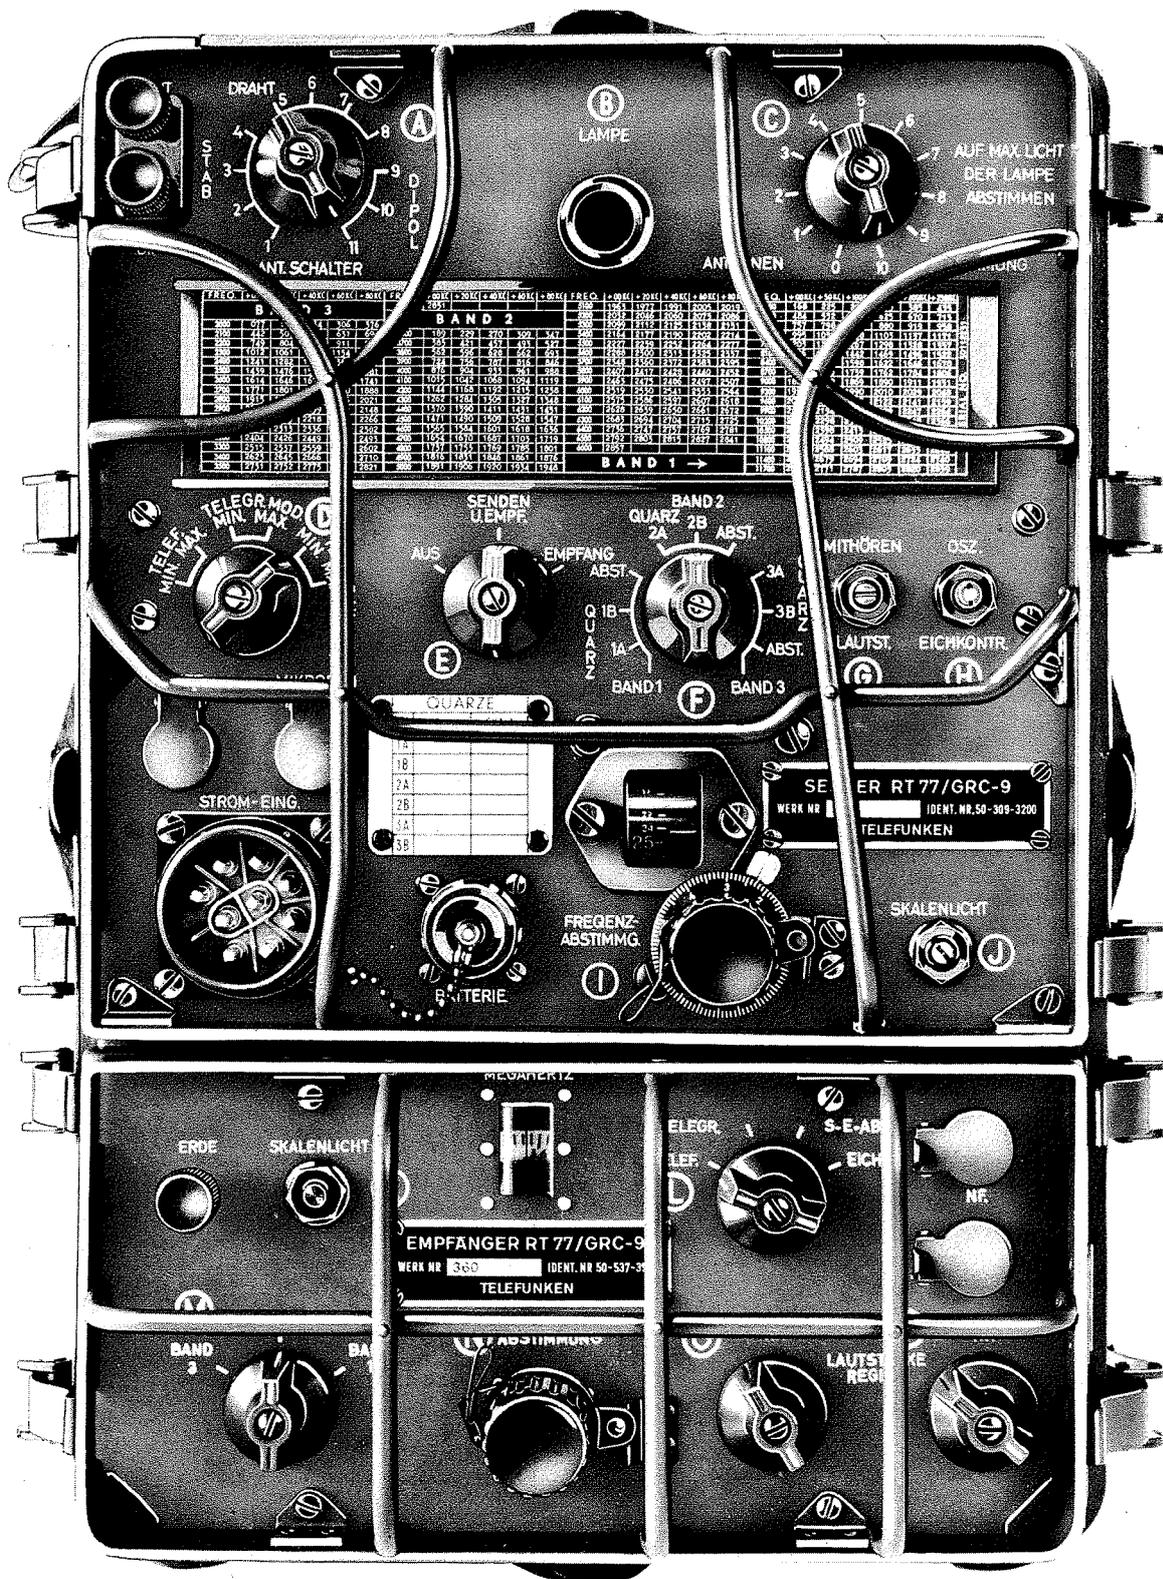

Bild 10 Sender-Empfänger RT-77/GRC-9
1.2.6 Montagehinweise für das Sende-Empfangsgerät RT-77/GRC-9 (Bild 10)